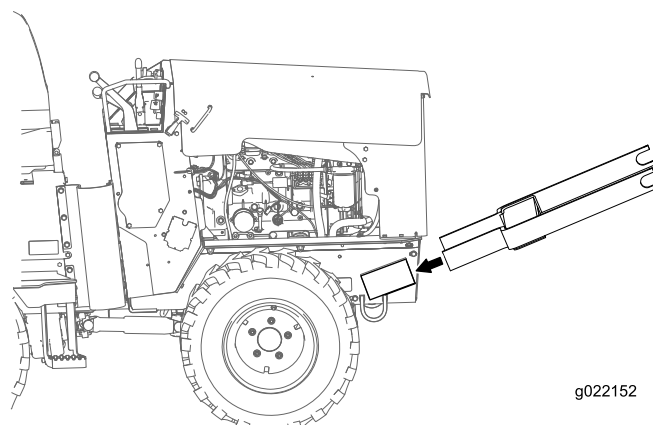

Figura 1
1. Introduzca el soporte del portabobinas en los canales de la máquina (Figura 1).